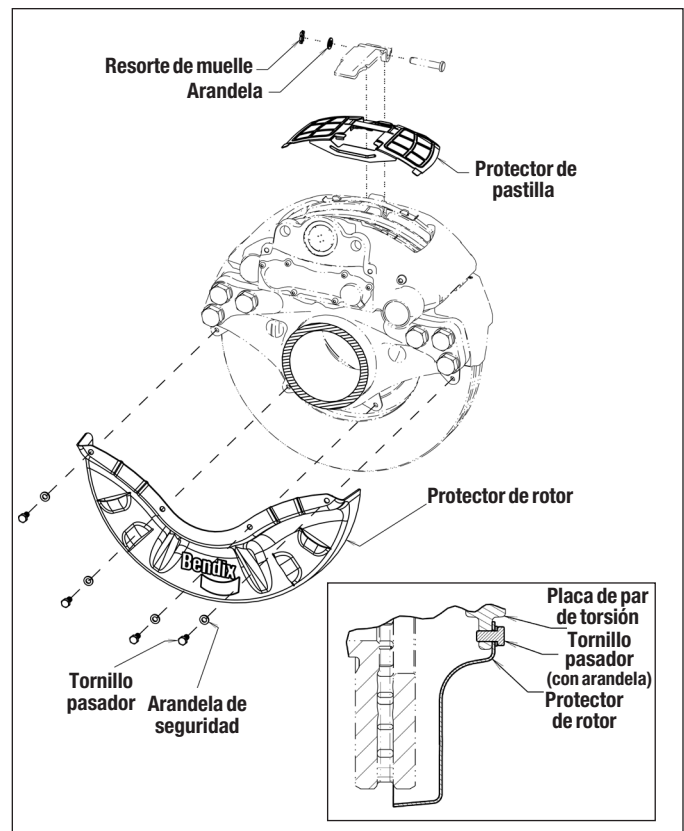

Figura 32 – Vista detallada del eje del remolque con recuadro en el que se muestra la instalación del protector del rotor
5.1.4 **Protector de rotor del eje de remolque** (consulte la figura 32). Coloque el protector del rotor con la placa de par de torsión entre el protector y el rotor. Una vez que coloque una arandela de seguridad (suministrada) en cada tornillo de casquete, pase los tornillos a través del protector antes de montar en los orificios roscados de la placa de par de torsión. Apriete los tornillos de casquete a 24 ft-lb (32.5 Nm).